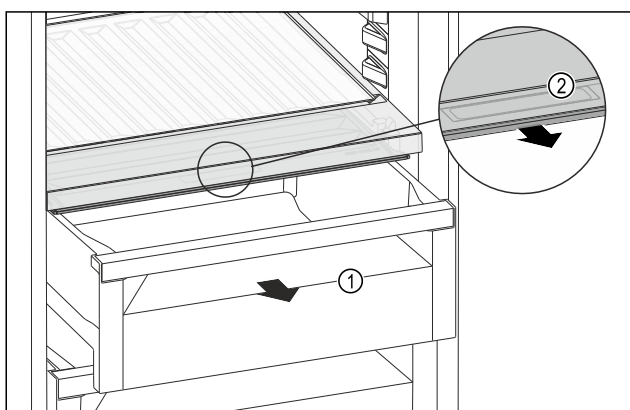

Fig. 133
- ▶ Извлеките выдвижной ящик Fig. 133 (1).
- ▶ Возьмитесь за утопленную ручку Fig. 133 (2) на крышке отделения и одновременно потяните крышку отделения вперед.